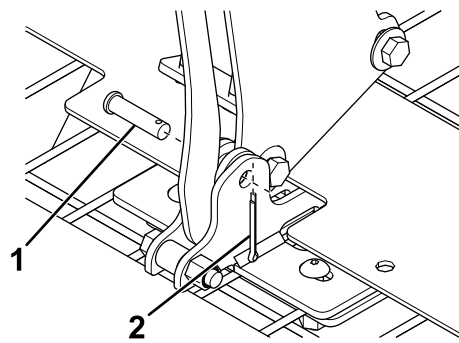

**Bild 21**
3. Setzen Sie die Abdeckung auf den Streuer und stellen Sie diese senkrecht auf, wie in **Bild 21** abgebildet.
4. Fluchten Sie die Schlitz in den Schienen mit den Bohrungen in den Befestigungshalterungen aus (**Bild 21**).
5. Schieben Sie die Rollen auf die Schienen, bis diese mit den Bohrungen in den Befestigungshalterungen fluchten (**Bild 21**).